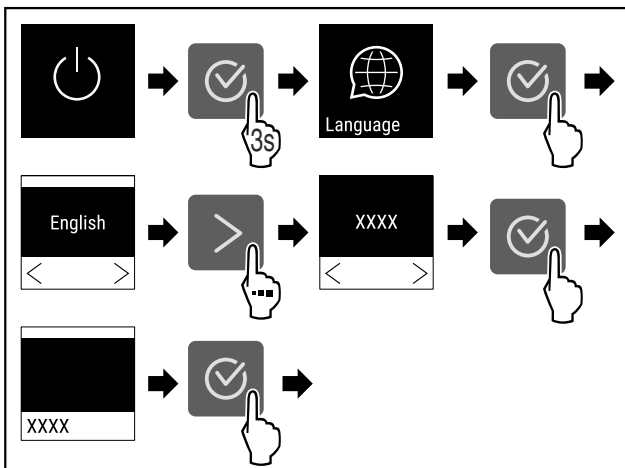

Fig. 50
- ▶ Atlikite veiksmus (žr. Fig. 50).